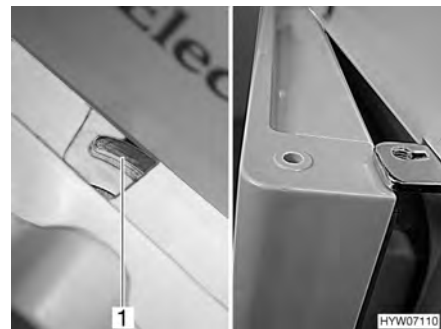

Fig. 145 Puerta del frigorífico en posición de ventilación (Dometic de la serie 7)
- Empujar el bloqueo completamente hacia la derecha. La puerta del frigorífico se fija con ayuda del bloqueo (Fig. 145,1). De este modo, la puerta del frigorífico quedará ligeramente abierta (Fig. 145).